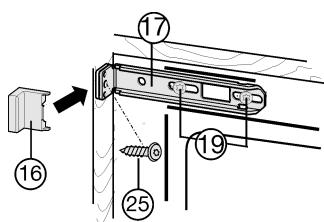

Fig. 17
- Schrauben Fig. 17 (19) etwas lockern.
- Oberen Befestigungswinkel Fig. 17 (17) mit Spanplattenschraube Fig. 17 (25) ø4x19 an der Möbelwand festschrauben.
- Das überstehende Ende der Abdeckung Fig. 17 (16) abbrechen.
- Schrauben Fig. 17 (19) festziehen.
- Abdeckung Fig. 17 (16) aufsetzen.